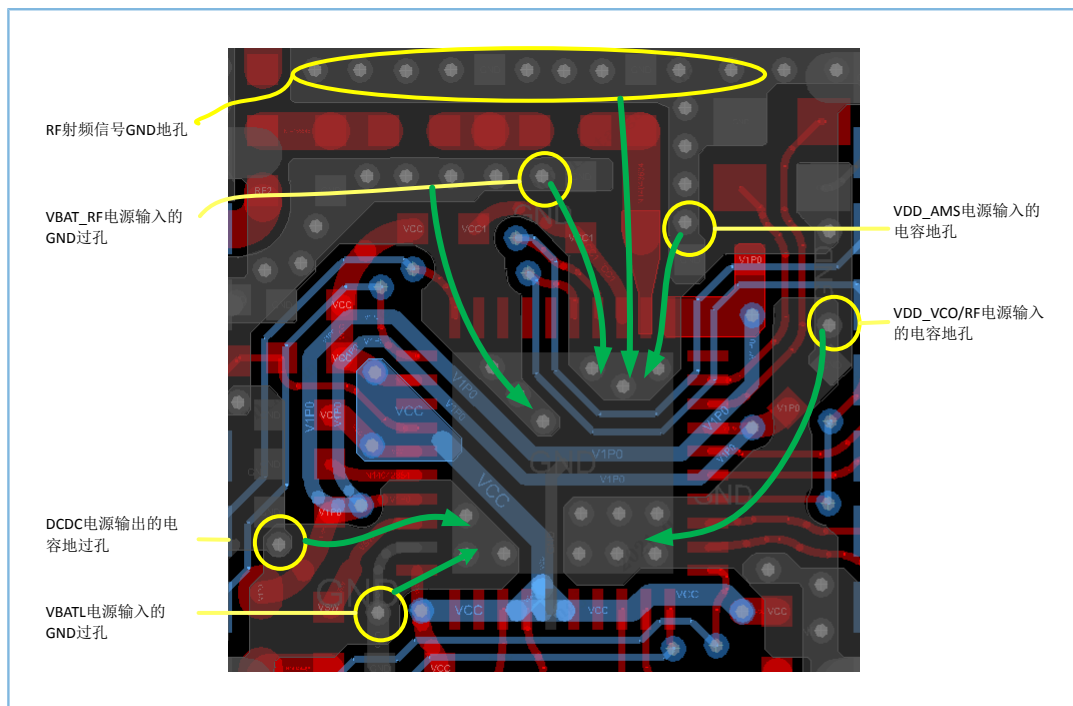

图 4-15 QFN40电源和GND走线参考设计
2. 图 4-15 为以QFN40封装为例的电源和GND走线参考设计，黄色圈出的GND过孔主要为电源和RF信号回流路径的过孔。这些GND过孔需要通过BOTTOM面的铜皮与芯片散热PAD连接，且保证足够宽且路径短（如图 4-15中绿色箭头所示）。